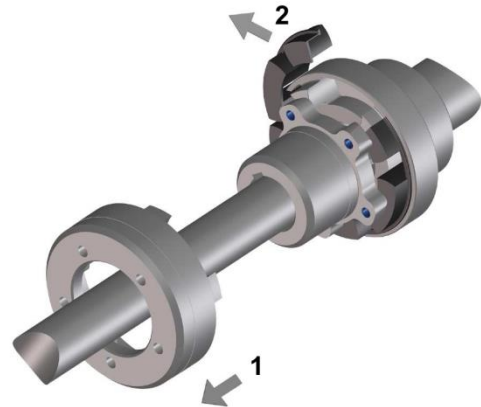

Fig. 16
- ☐ Dévisser la bague à crabots et la reculer (fig. 16, pos. 1).
- ☐ Retirer l'anneau élastique (fig. 16, pos. 2). Commencer à retirer l'anneau par le creux découpé.